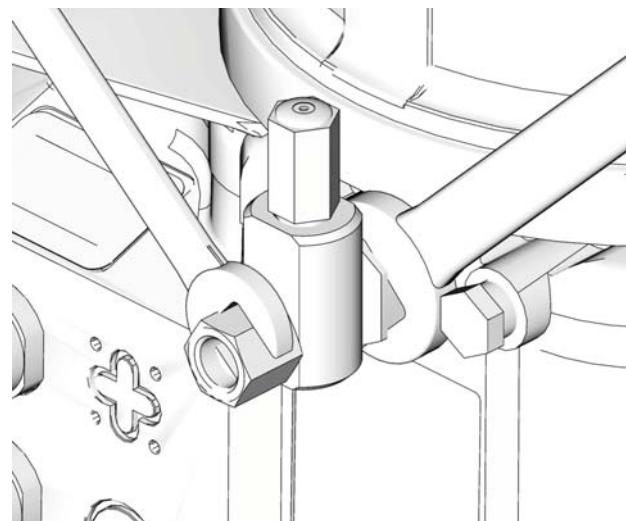

Рис. 11
- При подключении любого оборудования к патрому насоса и другим вспомогательным штуцерам обязательно пользуйтесь двумя ключами, поворачивая их в противоположные стороны. Пример см. на Рис. 11.